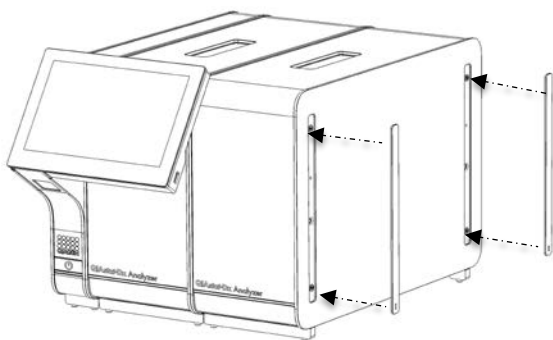

Figura 17. Recolocação das tampas protetoras no módulo analítico adicional.
5. Volte a colocar as tampas protetoras na parte lateral do módulo analítico adicional (Figura 17).